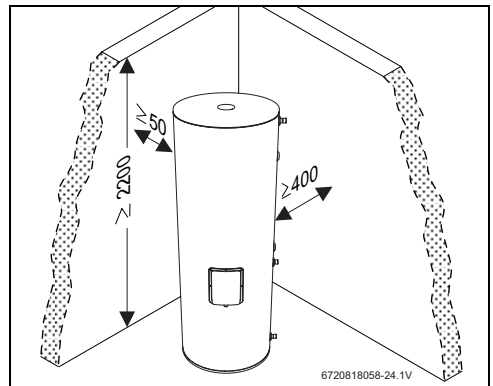

Fig. 9 Distances minimales ballon 300 l
- Poser le ballon sur le lieu d'installation choisi en respectant les distances minimales recommandées pour assurer le montage des composants hydrauliques, du circuit de réfrigérant ainsi que la maintenance (→ fig. 9).